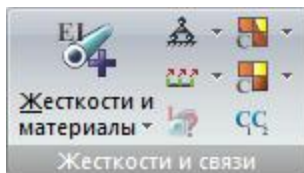

Рис.14. Панель Жесткости и связи
- **Жесткости и связи** (рис.14) - операции по назначению жесткостей и материалов элементам схемы, моделированию закреплений, задание коэффициентов постели, объединению перемещений и генерации АЖТ;
Панель **Жесткости и связи** (рис.14) содержит следующие команды: